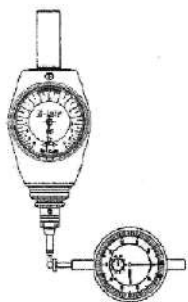

Рис. 2
- Установите индикатор на ноль (рис. 2)